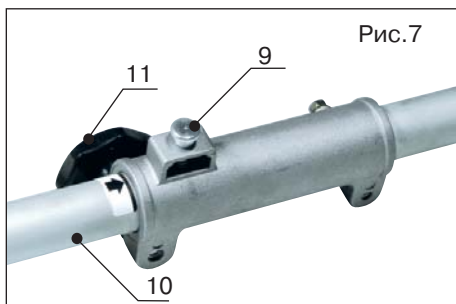

Рис.7
- Оттяните на себя фиксатор (поз.9, рис.7) и вставьте в легкосплавное соединение нижнюю часть вала (поз.10, рис.7)
- Отпустите фиксатор (поз.9, рис.7), он должен попасть в центрирующее отверстие вала
- Окончательно закрепите нижний вал при помощи винта (поз.11, рис.7)